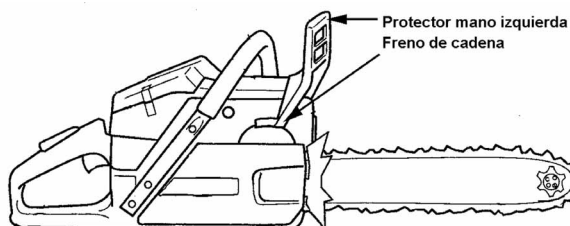

FIG. 013
- Freno de cadena - Mando que sustituye a la placa protectora de la empuñadura izquierda se acciona con la mano izda al ser empujado por esta en caso de caída, rebote, o de modo voluntario al desplazarse. **FIG. 013**